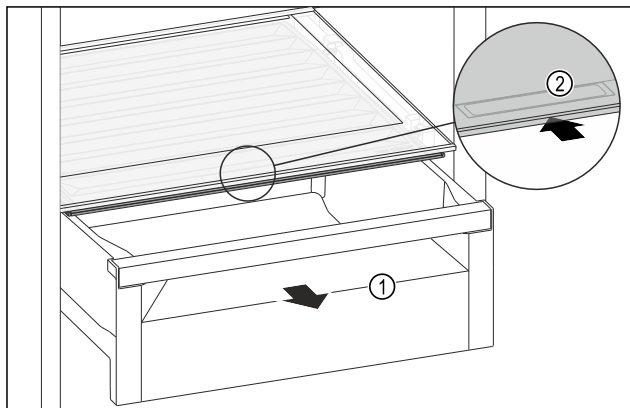

Fig. 138
- ▶ Dra ut utdragslådan Fig. 138 (1).
- ▶ Ta tag i fördjupningen Fig. 138 (2) på facklocket och skjut samtidigt facklocket bakåt.